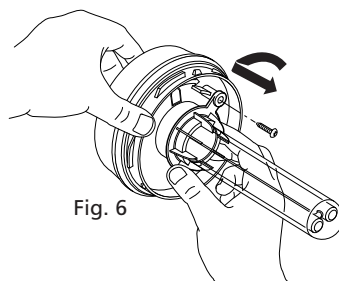

Fig. 6
- 3.6 **Uwaga:** urządzenie musi być uziemione. Jest bardzo ważne, aby podłączenia dokonać zgodnie z poniższą instrukcją (patrz rys. 6). **BRAZOWY** przewód należy podłączyć do końcówki „gorącej (pod napięciem), oznaczonej literą "L" **NIEBIESKI** przewód należy podłączyć do końcówki zerowej, oznaczonej literą "N"
- ii) W podobny sposób wyjąć tuleję kwarcową tj. wyjąć wkręt mocujący, przekręcić w lewo plastikową oprawę i wyciągnąć tuleję z korpusu (patrz rys. 6).